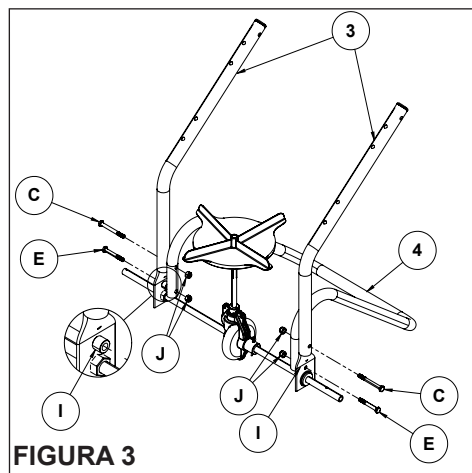

FIGURA 3
PASO 3: (VEA LA FIGURA 3)
- Fije el soporte del tubo (4) al conjunto usando tuercas hexagonales de 1/4" (J), pernos hexagonales de 1/4" (C), pernos de 1/4" (E) y espaciadores (I), como se muestra en la Figura 3.